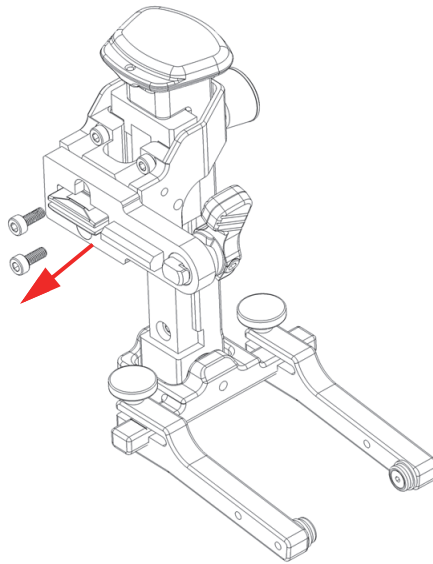

Figura 2-19 Extracción de dos tornillos
1. Extraiga los dos tornillos de la pletina del brazo retráctil con una llave hexagonal de 2,5 mm (ver Figura 2-19 en la página 56).